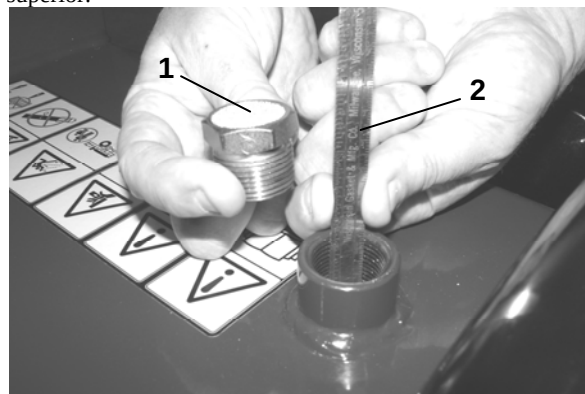

Figura 9
2. Limpie alrededor del tapón con ventilación (Figura 9).